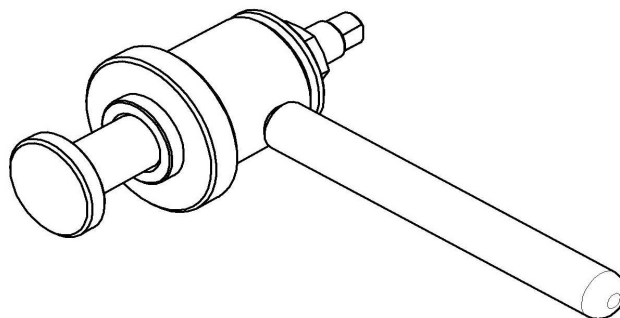

Рис. 13. Приспособление для запрессовки манжет(11000001333).
- используя приспособление для запрессовки манжет (см. рис. 13) установить манжету 1;